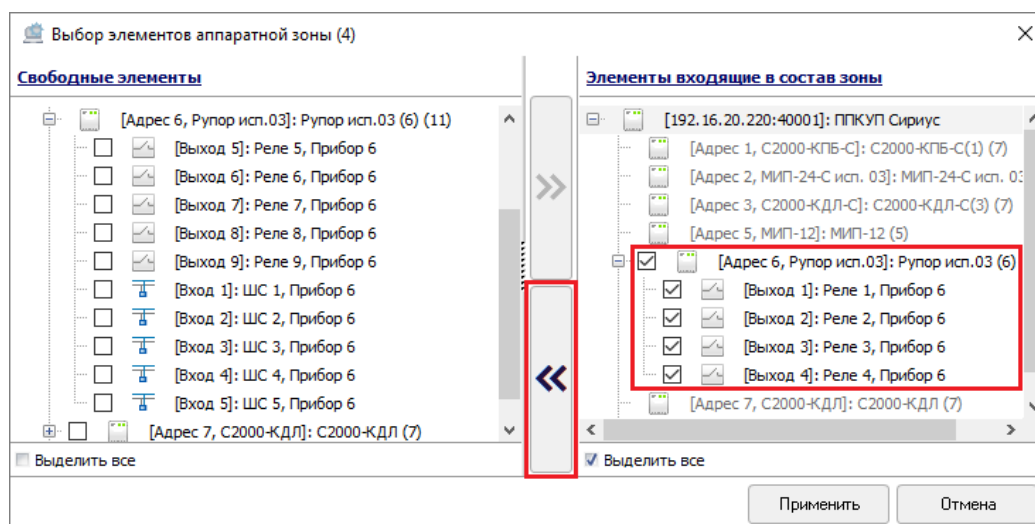

Рисунок 6-313 Удаление элементов и приборов из состава аппаратной зоны кнопкой переноса
- в поле «Элементы, входящие в состав зоны» установите флаг в чекбоксах слева от тех элементов/приборов, для которых необходимо снять привязку к настраиваемой простой аппаратной зоне, и нажмите кнопку переноса  (см. Рисунок 6-313);